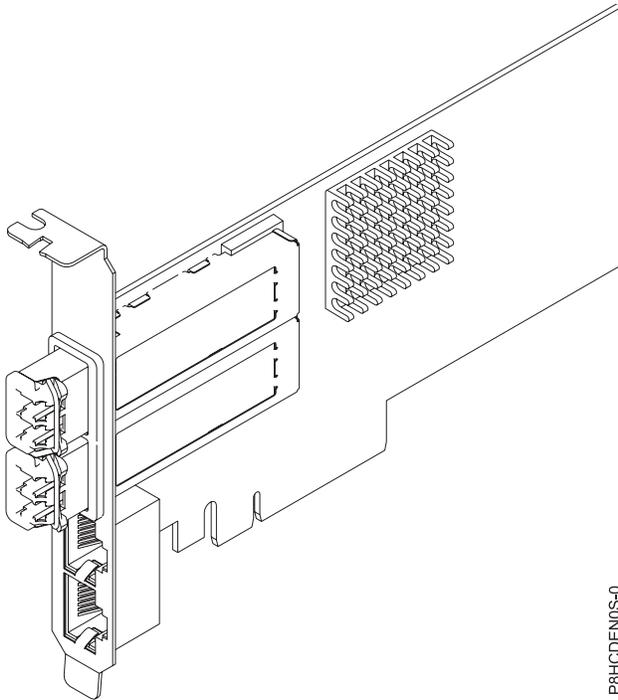

Figura 61. Adaptador FC EN0S
El adaptador de cuatro puertos proporciona dos puertos de transceptor SR óptico conectables de formato pequeño (SFP+) de 10 Gb y dos puertos Ethernet RJ45 de 1 Gb. Los dos puertos SR de 10 Gb tienen conectores de tipo dúplex de pequeño conector (LC). El transceptor óptico utiliza óptica láser de onda corta y está conectado con cables de fibra MMF-850nm con conectores LC. Consulte “Cables” en la página 88 para obtener más información sobre los cables ópticos. Cada puerto de 10 Gb proporciona conectividad Ethernet con una velocidad de datos nominal de 10 Gbps (gigabits por segundo). Figura 61 en la página 87 muestra el adaptador FC EN05.